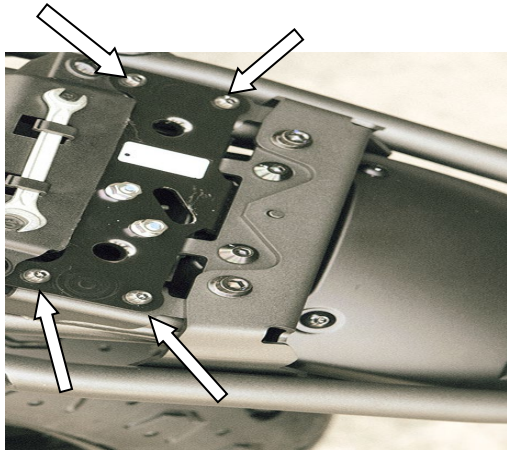

ABBILDUNG 3
- Entfernen Sie die vier Schrauben, die den Sitzverriegelungsmechanismus befestigen mit einem 4mm Inbusschlüssel – siehe Abbildung 3. Entfernen Sie den Sitzverriegelungsmechanismus (Es ist nicht notwendig, das Kabel zu entfernen und den Mechanismus komplett zu entfernen).